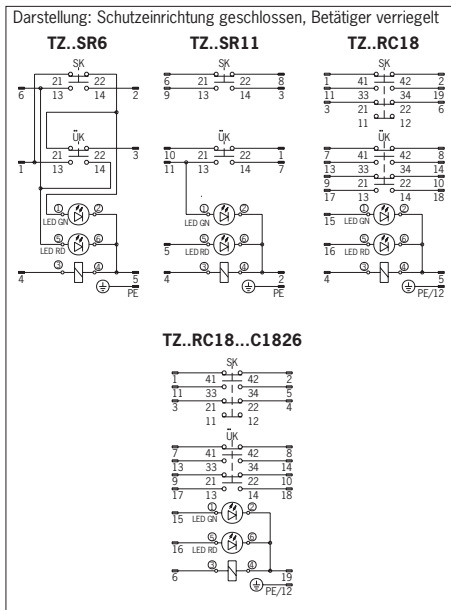

Bild 2a: Anschlussbelegung
1) Die LED-Funktion ist in dieser Betriebsanleitung für die Standardverdrahtung der Ausführung TZ...SR6 beschrieben (siehe Bild 2a: Pin 1 = ⊕ / Pin 5 = ⊖ / Pin 2, 3, 6 zur SPS).
- Anschlussbelegung siehe Bild 2a.
- Anschluss- und Steckerbelegung siehe Bild 2a-2b.